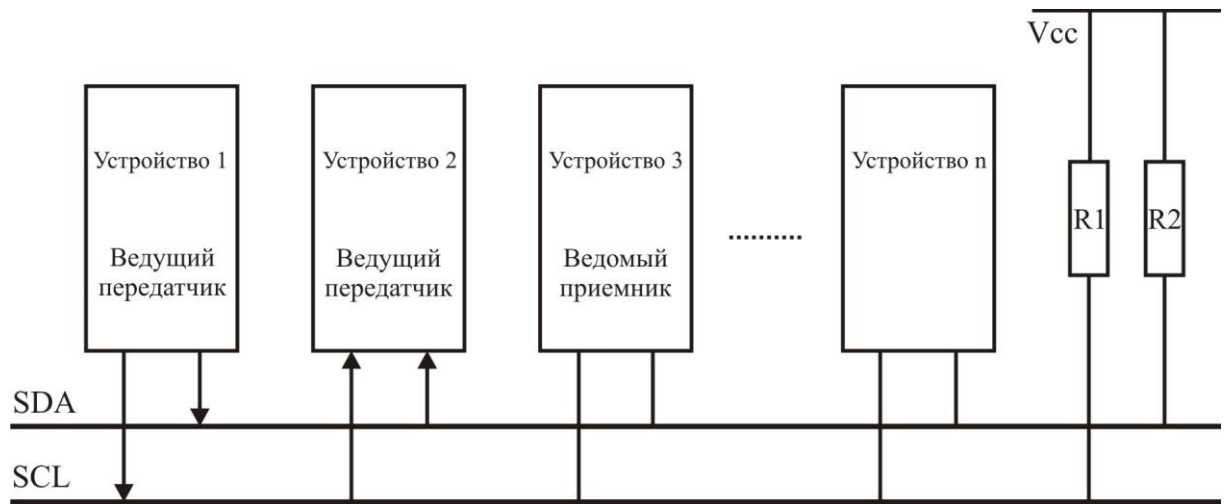

Рисунок 3.93 – Пример арбитража
1) Два или более ведущих выполняют идентичную связь с одним и тем же ведомым. В этом случае ни один ведомый и ни один из ведущих не узнает об этой конфликтной ситуации (смотри рисунок 3.93).